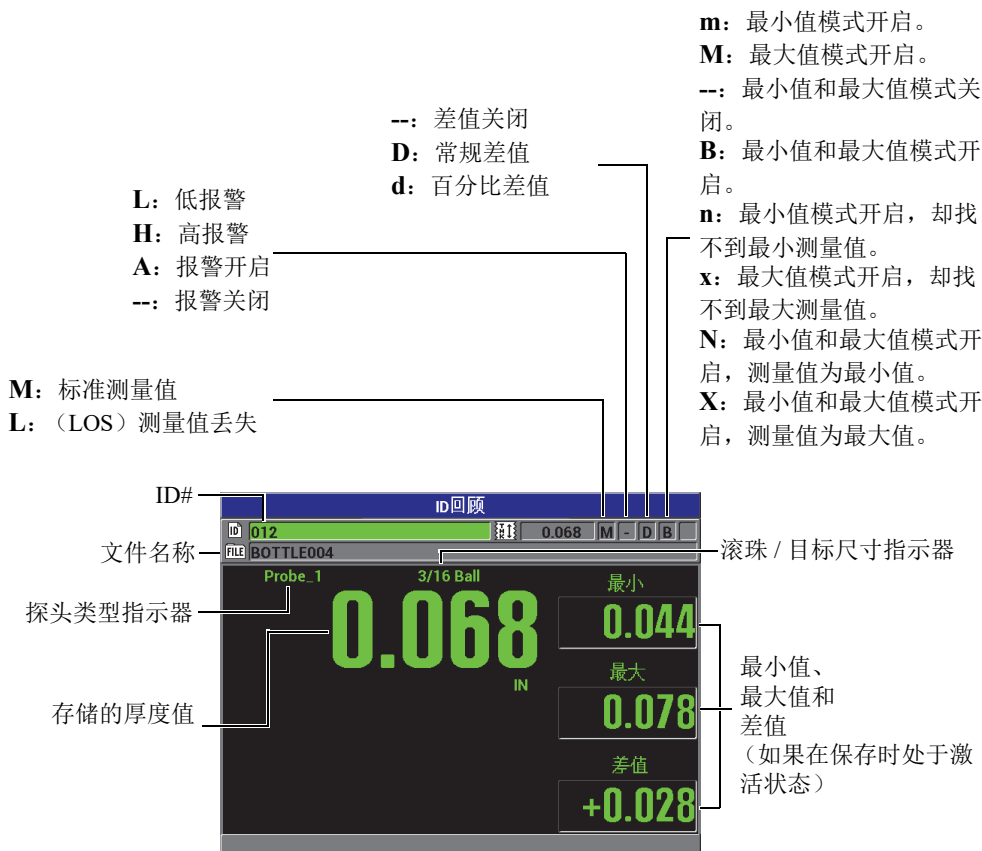

图 7-15 ID 回顾屏幕
第 129 页的图 7-15 为一个 ID 回顾屏幕的示例，并对示例中的内容进行介绍。这些标志与仪器使用发送指令时所传输的状态词的单字母缩写相同。
2. 仪器显示测量屏幕时，按 **[标识码]** 键，打开 **ID 回顾** 屏幕（参见第 129 页的图 7-15）：